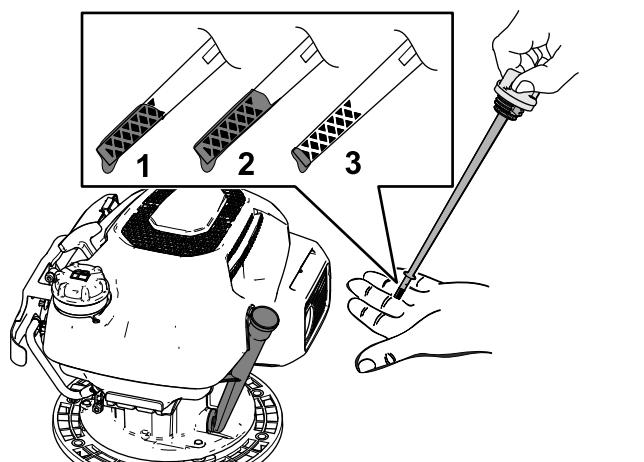

Figura 16
5. Compruebe el nivel de aceite en la varilla (Figura 16)